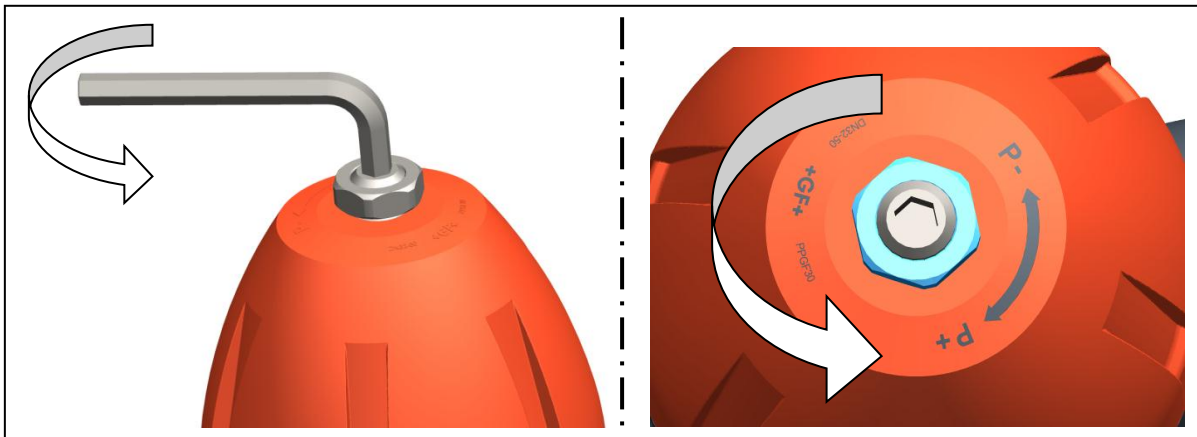

Fig. 5
- Pour abaisser la valeur de consigne : détendre le ressort. Pour ce faire, faire tourner le pivot dans le sens contraire des aiguilles d'une montre, voir Fig. 5.